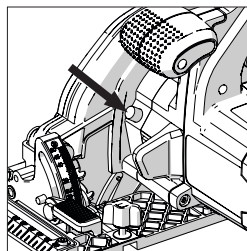

Fig. 3
- Leta upp maskinens hjulaxels lås knapp. Lås maskinens hjulaxel med hjulaxelns lås knapp. (**Fig. 3**)